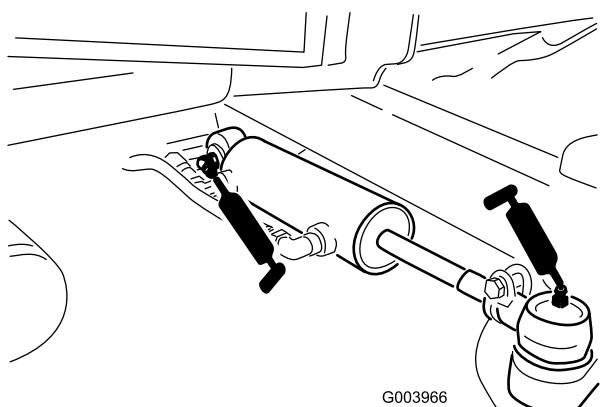

図 56
- ステアリング・シリンダのボール・ジョイント（2ヶ所）（図 56）